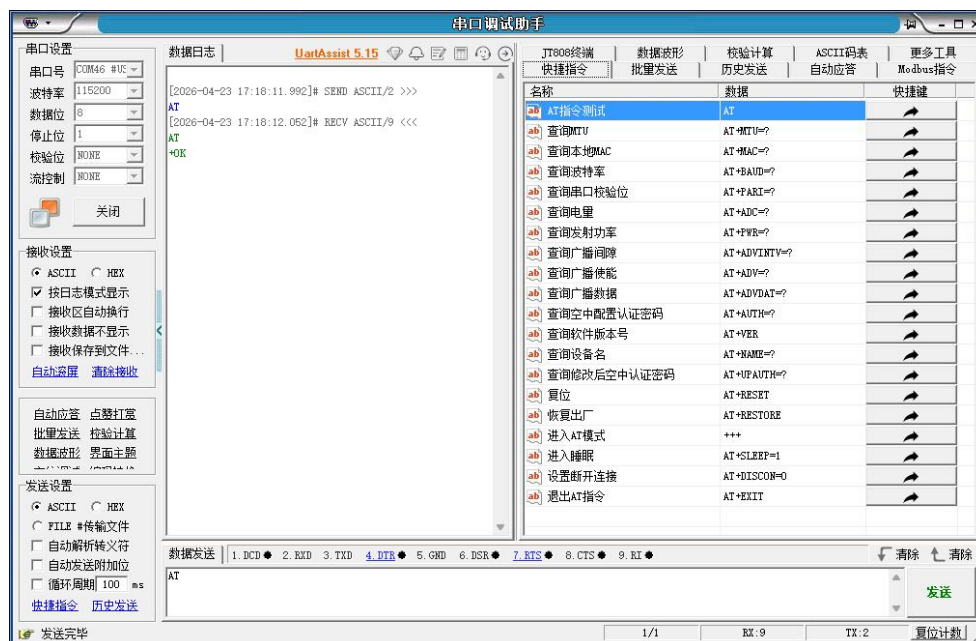

图 7.1
- 3、转换器接上电脑，电脑端使用串口助手工具，波特率 115200，打开串口，发送“AT”进行测试，本次实验准备的串口工具是“uartassist5.15”。如图 7.1 所示，发送“AT”，串口返回“AT\r\nOK\r\n”，串口有返回说明串口配置功能正常，可以按照 6.3 小节的 AT 指令进行配置。